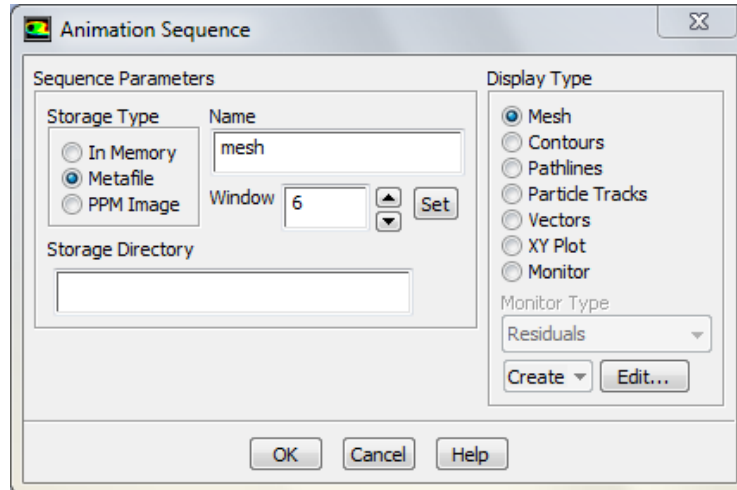

Рисунок 1.42 – Меню параметров записи анимации движущейся сетки
- В появившемся окне (рисунок 1.42) вводится число 6 в опцию *Window* и нажимается кнопка настройки *Set*.